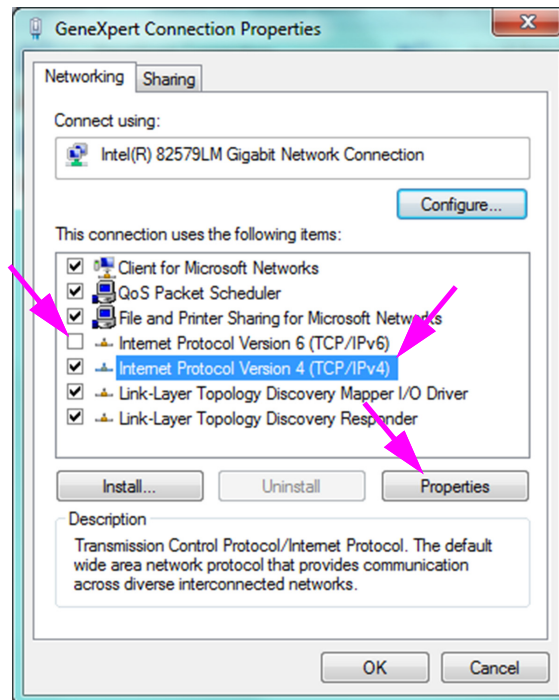

Figura 2-42. Schermata Internet Protocol Version 4 (TCP/IPv4) Properties [Proprietà protocollo Internet versione 4 (TCP/IPv4)]
8. Nella schermata GeneXpert Connection Properties (Proprietà connessione GeneXpert) (mostrata nella Figura 2-42), deselezionare la casella a fianco di **Internet Protocol Version 6 (TCP/IPv6)** [Protocollo Internet versione 6 (TCP/IPv6)]. Evidenziare **Internet Protocol Version 4 (TCP/IPv4)** [Protocollo Internet versione 4 (TCP/IPv4)] e fare clic su **Properties (Proprietà)**. Viene visualizzata la schermata Internet Protocol Version 4 (TCP/IPv4) Properties [Proprietà protocollo Internet versione 4 (TCP/IPv4)].